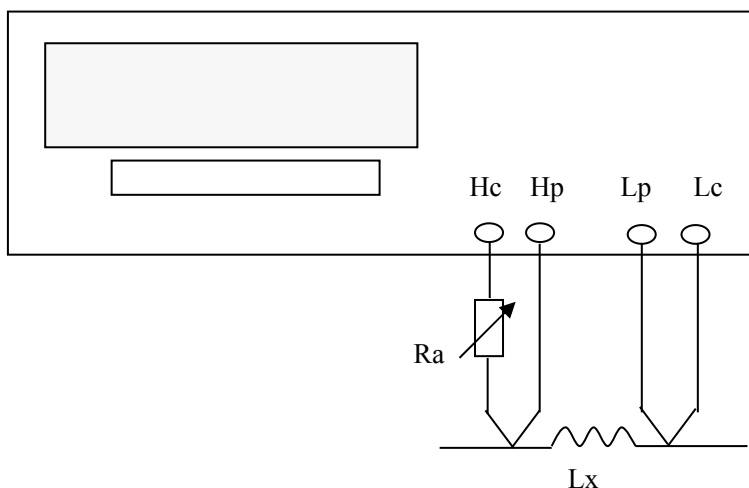

图 5-5 信号源内阻调节示意图
2. 使用图 5-5 所示的方法用户可自行调整信号源内阻以满足测试电流的要求，以达到不同仪器测试结果的一致性。上图中调节电位器 R_a ，使电流为需要值，此时可将 R_a 更换为一固定电阻。用此方法可调节不同仪器测量的一致性。